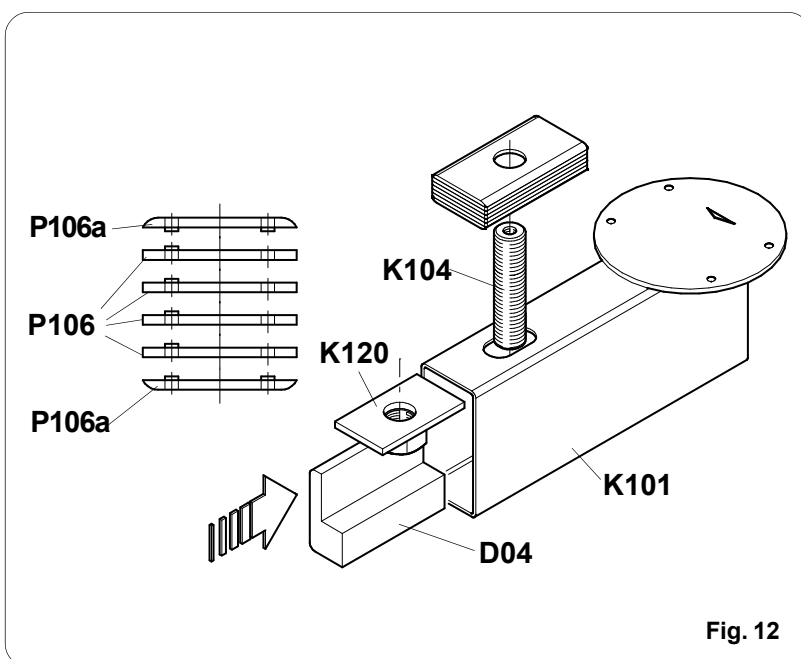

Fig. 12
Former ce groupe en assemblant les bagues intermédiaires **P106 - P106a**, comme indiqué fig. 12.
- Insérer la plaque **K120**, dans le module de support **K101**, en la maintenant dans la position avec le gabarit **D04**, comme indiqué fig. 12.
Visser le piton **K104** à la plaque **K120**, comme illustré fig. 12